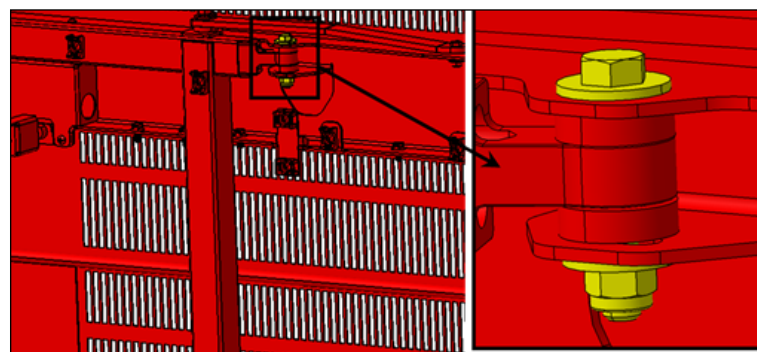

FIGURE 7
6. Si la position longitudinale au niveau du bras supérieur est hors tolérance, ajuster la porte en utilisant le jeu au point d'attache entre le bras supérieur et la porte. (Figure 7).